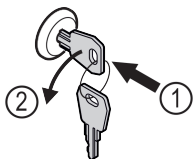

Fig. 139
- ▶ Dugja be a kulcsot. Fig. 139 (1)
- ▶ Forgassa el a kulcsot 90°-kal az óramutató járásával ellenkező irányba. Fig. 139 (2)